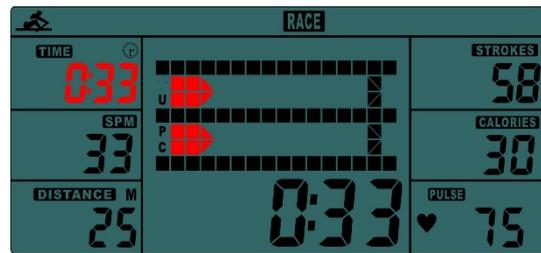

Abb. 6
- B. Die START-TASTE für den START drücken, danach erscheint STOP. Als Matrixanzeige erscheint USER (BENUTZER) und PC (Abb. 6). Das Display STOPPT, wenn die zuvor eingestellte Distanz des Rennens erreicht wird, danach erscheint als Matrixanzeige „PC WIN“ (PC-SIEG) oder „USER WIN“ (BENUTZER-SIEG) (Abb. 7) und nach 6 Sekunden kann der Energiezustand angezeigt werden.